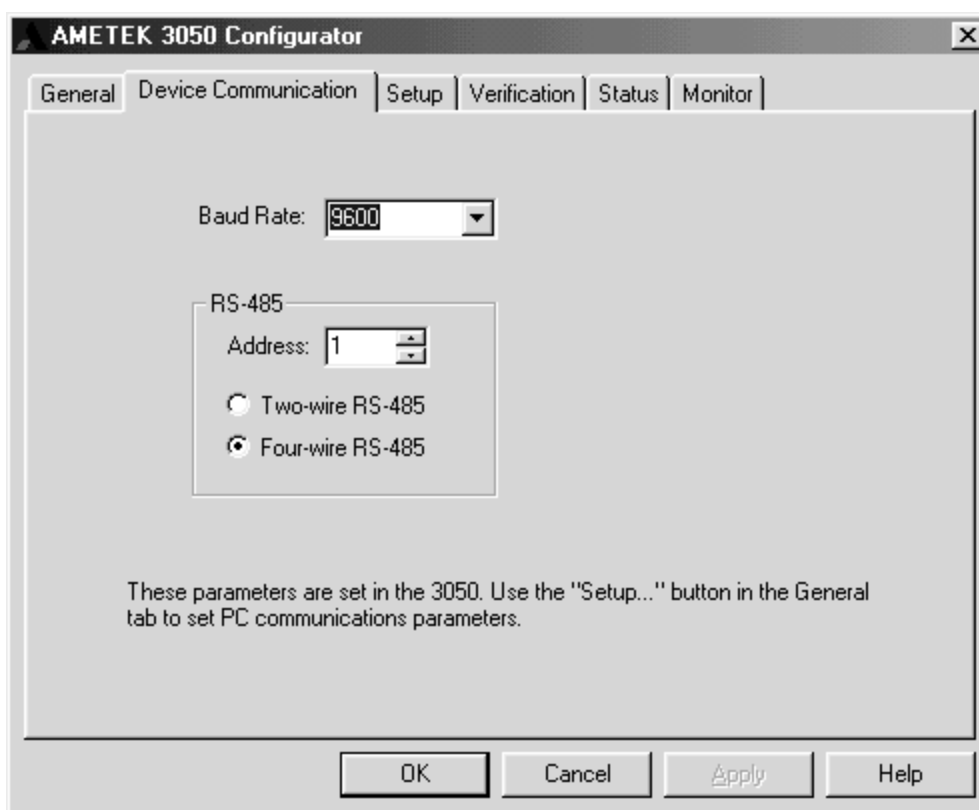

Figure 3.3. : Configurateur AMETEK 3050-OLV - Onglet Communication de l'équipement
2. Définir les Communications de l'équipement à l'aide de l'onglet Communication de l'équipement. Se reporter à la Figure 3.3.